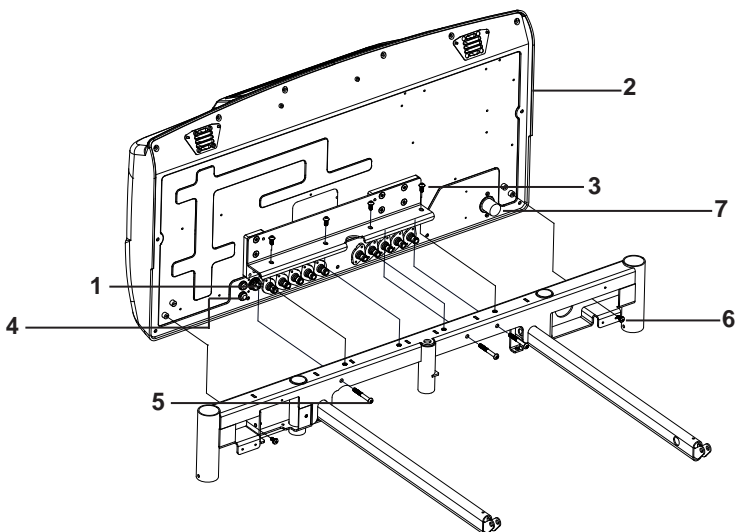

图 3：气垫控制装置和安装支架
7. 如果尚未安装，则使用六个六角头齐平安装螺钉（4）将该气垫控制装置安装支架（如图 3 的编号 1 所示）安装到气垫控制装置（2）的后部。
8. 抬起气垫控制装置并轻微向前倾斜，然后轻轻将它放低到床架上。小心地将安装支架顶部的孔与床架上的孔对齐。将气垫控制装置放到床架上后，轻轻地倾斜到完整直立位置，同时注意控制装置上的通信连接器（如图 3 的编号 7 所示）是否与床架中的孔对齐。小心不要损坏空气连接器。
10. 将四个十字槽盘头螺钉穿过安装支架（如图 3 中的编号 3 所示）顶部并松松地固定（此时请勿拧紧）。
13. 在控制装置后部的左下角 / 右下角安装两个十字槽盘头螺钉（如图 3 的编号 6 所示）。将螺钉扭转到 10 Nm。